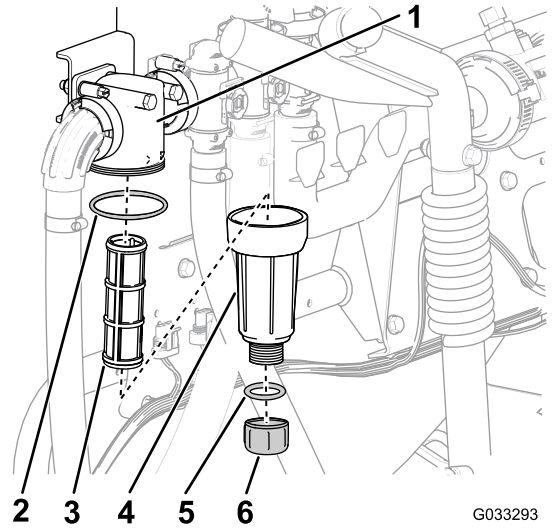

Bild 30
- Stellen Sie eine Auffangwanne unter den Druckfilter (**Bild 30**).
- Drehen Sie die Ablassschraube nach links und nehmen sie von der Glocke des Druckfilters ab (**Bild 30**).
- Drehen Sie die Glocke nach links und nehmen den Filterkopf ab (**Bild 30**).
- Entfernen Sie den Druckfiltereinsatz (**Bild 30**).
- Prüfen Sie die Dichtung für die Ablassschraube (in der Glocke) und die Dichtung für die Glocke (im Filterkopf) auf Beschädigungen und Abnutzung (**Bild 30**).
- Setzen Sie den Druckfiltereinsatz in den Filterkopf ein (**Bild 30**).
9. Befestigen Sie die Glocke am Filterkopf und ziehen sie mit der Hand an (Bild 30).
10. Befestigen Sie die Ablassschraube am Anschlussstück unten an der Glocke und ziehen sie mit der Hand an (Bild 30).